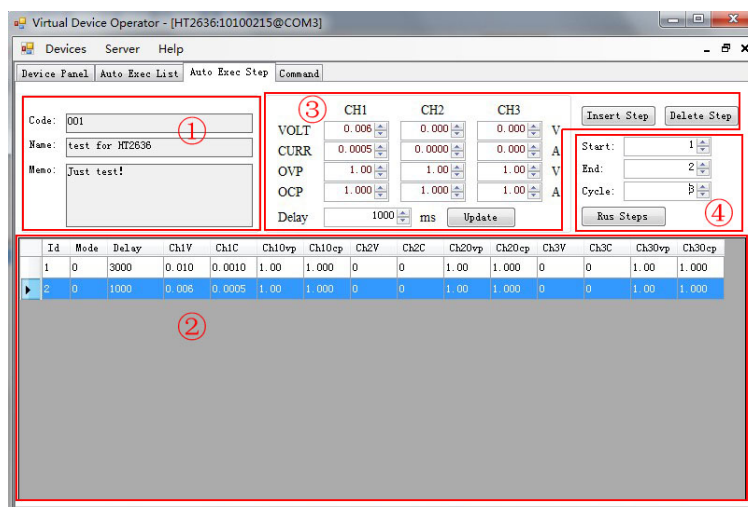

图 11 Auto Exec Step
图 11 为自动执行步骤的选项卡。标注①处显示的是自动执行名称所对应的信息。标注②处为用户自定义的自动执行步骤。标注③处为编辑自动执行步骤的区域：“Insert Step”为在选中的自动执行步骤前增加自动执行步骤；“Delete Step”为删除选中的自动执行步骤；“Update”为按所设参数更新选中的自动执行步骤。标注④处为开始自动执行，Cycle 为自动执行的次数；Start 和 End 分别表示开始执行的步骤 Id 和截止的步骤 Id。